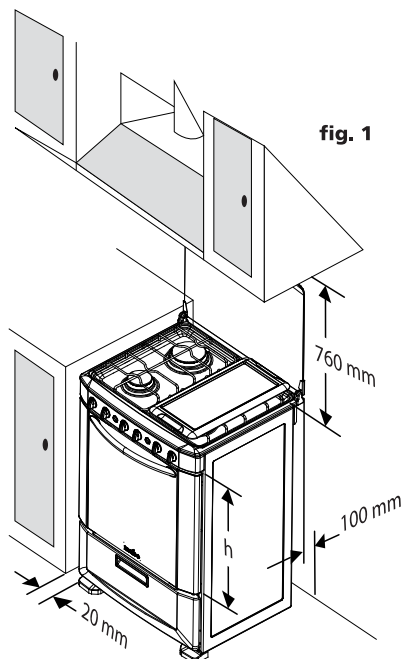

fig. 1
1. Respete las dimensiones mostradas en los dibujos para la instalación de la estufa. (fig. 1)